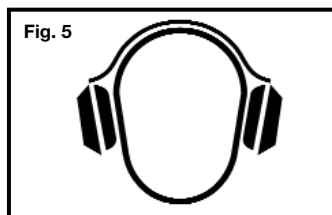

Fig. 5
7. **Use protección de oídos para prevenir la sordera.** El equipo de la protección auditiva debe conformarse con los requisitos del ANSI S3.19. Fig. 5.